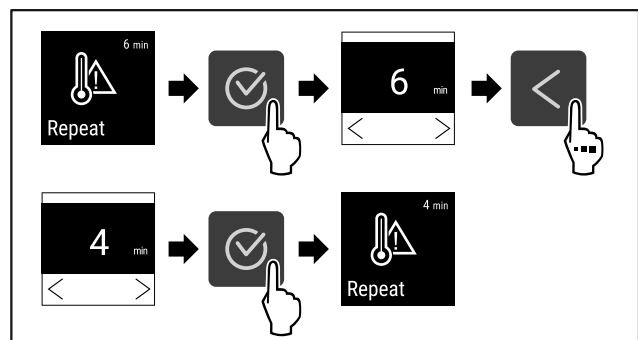

Fig. 100
- ▶ Udfør handlingstrinene (se Fig. 100).